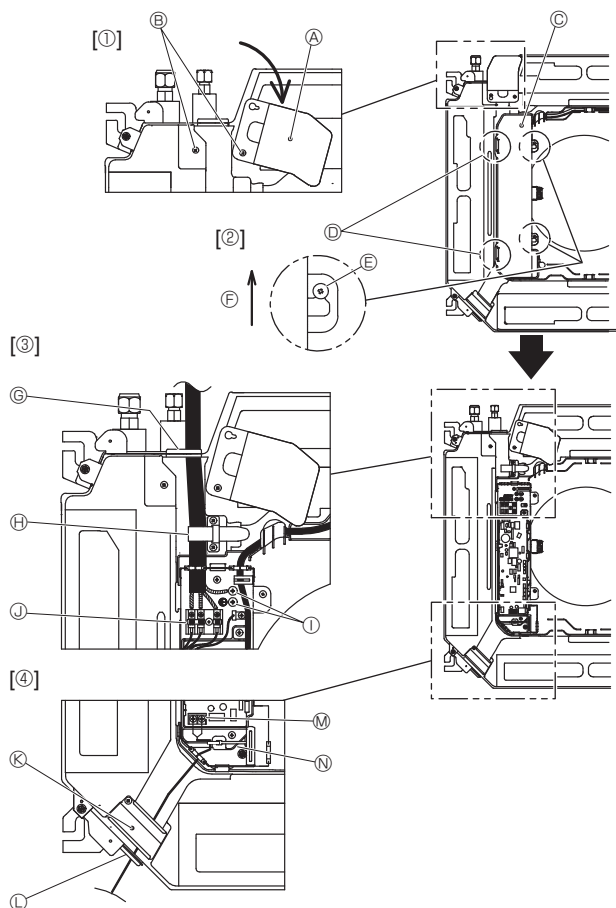
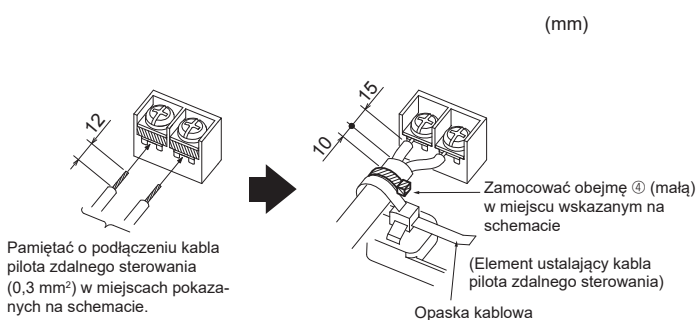

Fig. 6-1
Fig. 6-3
6.1. Jednostka wewnętrzna (Fig. 6-1)
1. Odkręć dwie śruby mocujące panel serwisowy okablowania elektrycznego, aby go otworzyć. [Fig. 6-1 ①]
2. Odkręć dwie śruby mocujące pokrywę skrzynki elektrycznej, a następnie przesuń pokrywę. [Fig. 6-1 ②]
3. Przeprowadź kabel zasilania, kabel połączeniowy jednostki wewnętrznej/zewnętrznej i przewód uziemienia przez odpowiednie przepusty kablowe pokazane na rysunku. [Fig. 6-1 ③]
Jeśli nie można użyć okrągłych zacisków zagniatanych, patrz Fig. 6-3 do 6-6. Połączenie zostało pokazane na rysunkach 6.1.1. i 6.1.2.
4. Przeprowadź i podłącz kabel pilota zdalnego sterowania przez przepusty kablowe przedstawione na schemacie. [Fig. 6-1 ④, Fig. 6-3]